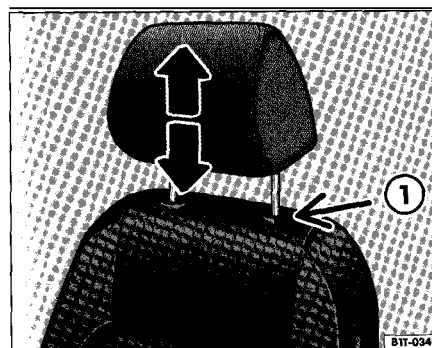

Fig. 53 Réglage ou dépose de l'appuie-tête avant
- Déplacez l'appuie-tête dans le sens de la flèche vers le haut ou, en maintenant la touche fig. 53 0 enfoncée, vers le bas. Hauteur adéquate page 78.